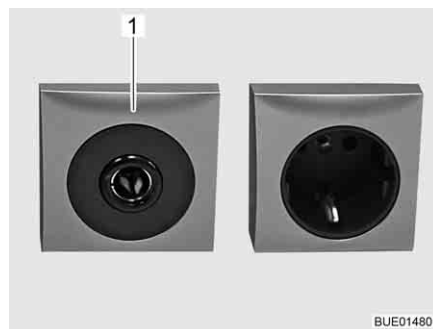

Fig. 168 Caja de enchufe 12 V/10 A
- ▷ Conectar únicamente aparatos con máximamente 10 A a las cajas de enchufe (Fig. 168,1) de la red de a bordo de 12 V.